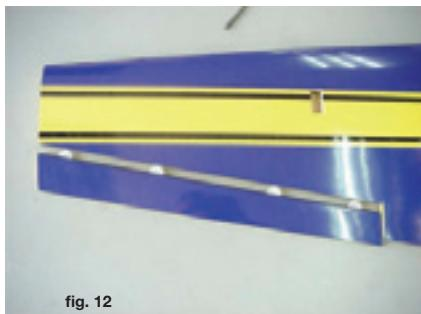

fig. 12
See fig. 12.
*Zie fig. 12.*
Voir fig.12.
*Sehe Abb. 12.*